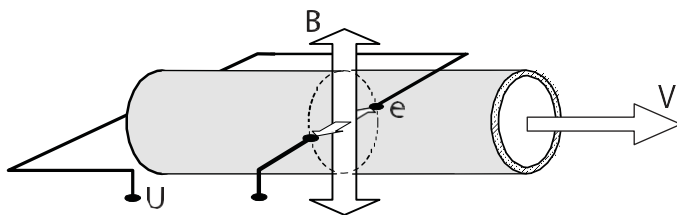

Рис. 1
1.1.5.1 Принцип работы расходомеров основан на явлении электромагнитной индукции — наведении э.д.с. в проводнике, движущемся в магнитном поле (рис. 1). При движении электропроводящей жидкости в поперечном магнитном поле, в ней, как в проводнике, наводится э.д.с. Величина э.д.с. (e), согласно закону Фарадея, пропорциональна диаметру внутреннего сечения трубопровода D , магнитной индукции в канале B , и средней по сечению скорости потока V . При постоянном значении индукции магнитного поля значение э.д.с. зависит только от скорости потока жидкости, а, следовательно, от объемного расхода.